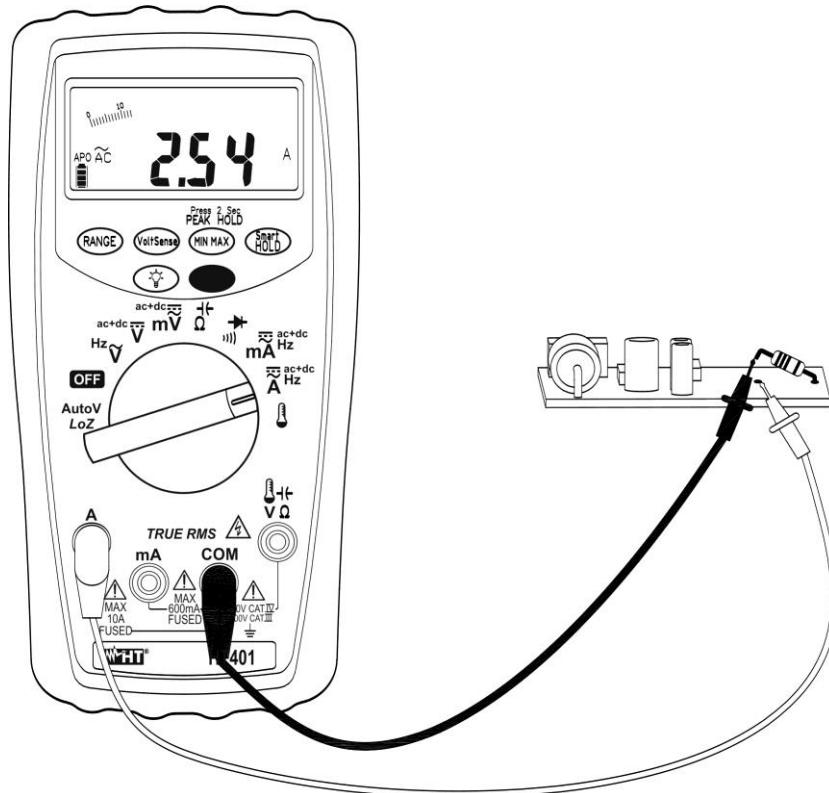

Abb. 6: AC Strommessung
6. Schalten Sie die rote und die schwarze Messleitung in Reihe mit dem Kreis, dessen Strom Sie messen möchten, siehe Abb. 6